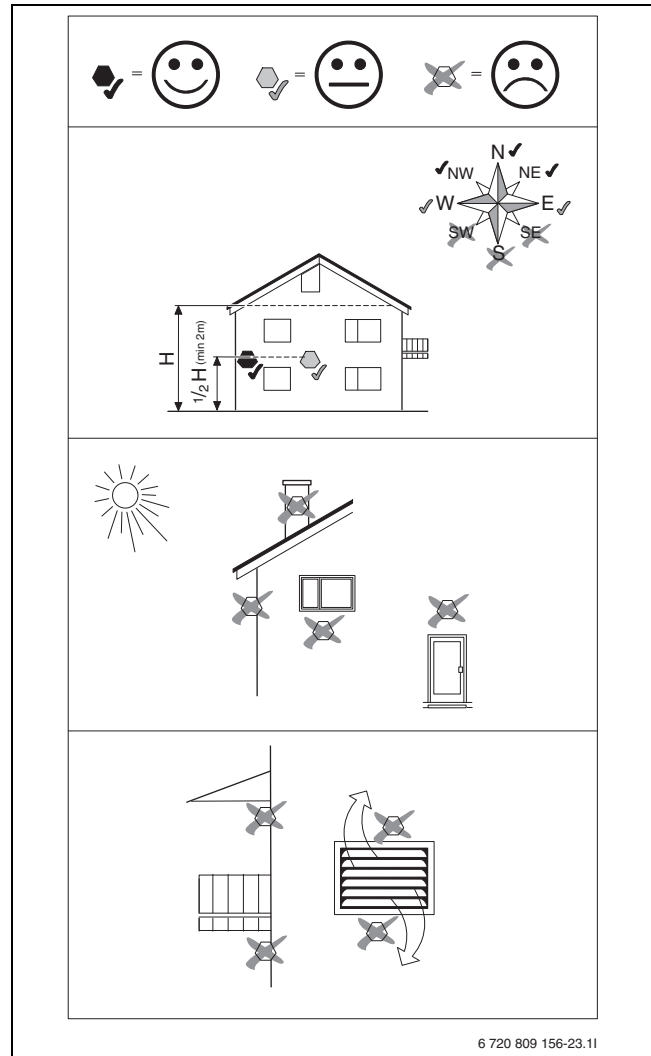

Bild 13 Placering av utegivare
- Anslut utegivaren. Observera utförandet i bild. 13.